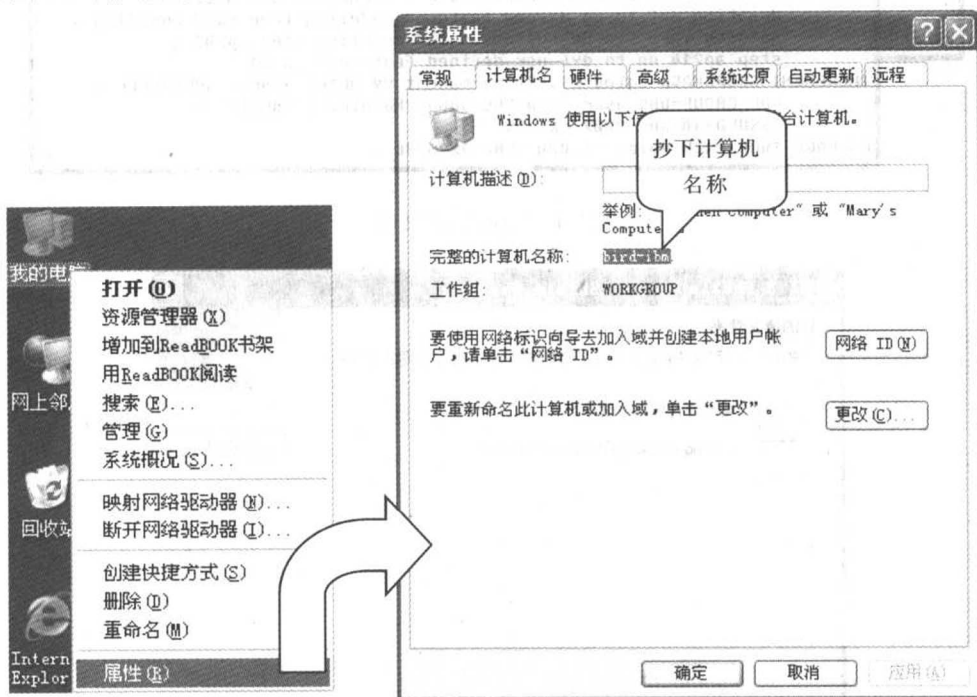

图 1.3 查找计算机名
(1) 如图 1.3 左图所示,在桌面上用鼠标右键单击“我的电脑”图标,在弹出的快捷菜单中选择“属性”命令,在打开的“系统属性”对话框中选择“计算机名”选项卡,将计算机名称抄下备用,如图 1.3 右图所示。